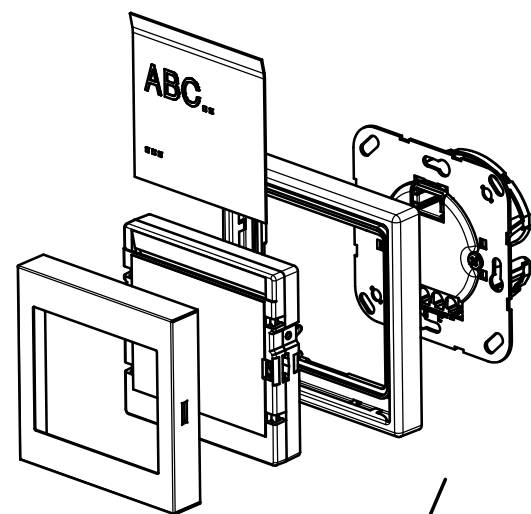

Abb. 5
- Abb. 5: Montage LED-Lichtsignal
- Abb. 5: Installation LED pilot light